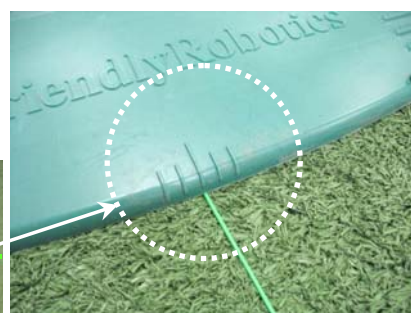

**Figura 1.22 -
- Chiudere lo sportello della stazione base e verificare che sia ben chiuso al suo posto (Figura 1.22).